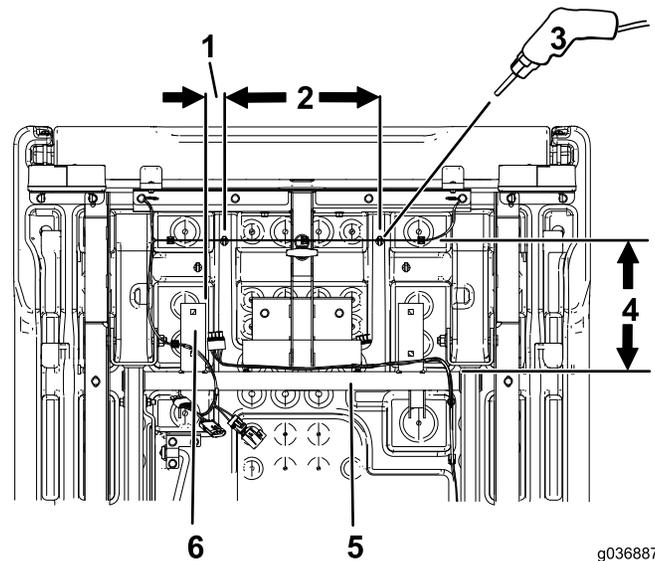

Figura 4
1. Debajo de la plataforma de carga, mida 267 mm hacia atrás desde el borde del tubo transversal del bastidor y 38 mm hacia dentro desde el borde del soporte derecho de la barra estabilizadora, y marque la posición (Figura 4).
2. Debajo de la plataforma de carga, mida 267 mm hacia atrás desde el borde del tubo transversal del bastidor y 38 mm hacia dentro desde el borde del soporte izquierdo de la barra estabilizadora, y marque la posición (Figura 4).
3. Realice 2 taladros de 6,35 mm en la plataforma de carga de plástico (Figura 4).